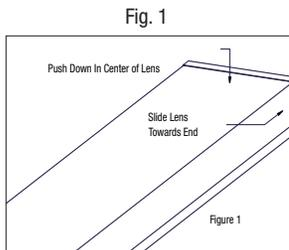
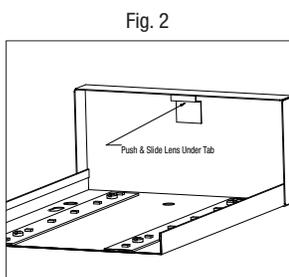

Fig. 1
Fig. 2
2. Pour retirer la lentille du luminaire, commencez par une extrémité du luminaire en poussant la lentille par le centre vers le bas. Tout en abaissant la lentille, glissez doucement la lentille vers l'extrémité à enfoncer (Fig. 1). Il y a une languette sous laquelle la lentille doit glisser pour lui permettre d'être retirée (Fig. 2). L'autre côté de la lentille sera dégagé du boîtier et vous pourrez l'enlever.